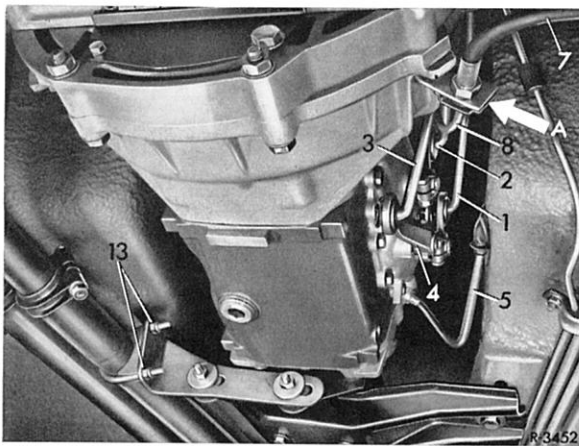

Bild 26—1/15
21 Muttern (13) für den Klemmbügel (14) der Auspuffabstützung (18) festziehen (Bild 26–1/14 und 15).
22 Gelenkwelle mit der am Getriebebeflansch befindlichen Gelenkscheibe verschrauben – 3 Schrauben M 10 × 1, SW 15 (9) mit Polystopmuttern SW 17 – (Bild 26–1/14).
23 Gelenkwellen-Mittellager spannungsfrei festschrauben (Bild 26–1/7).